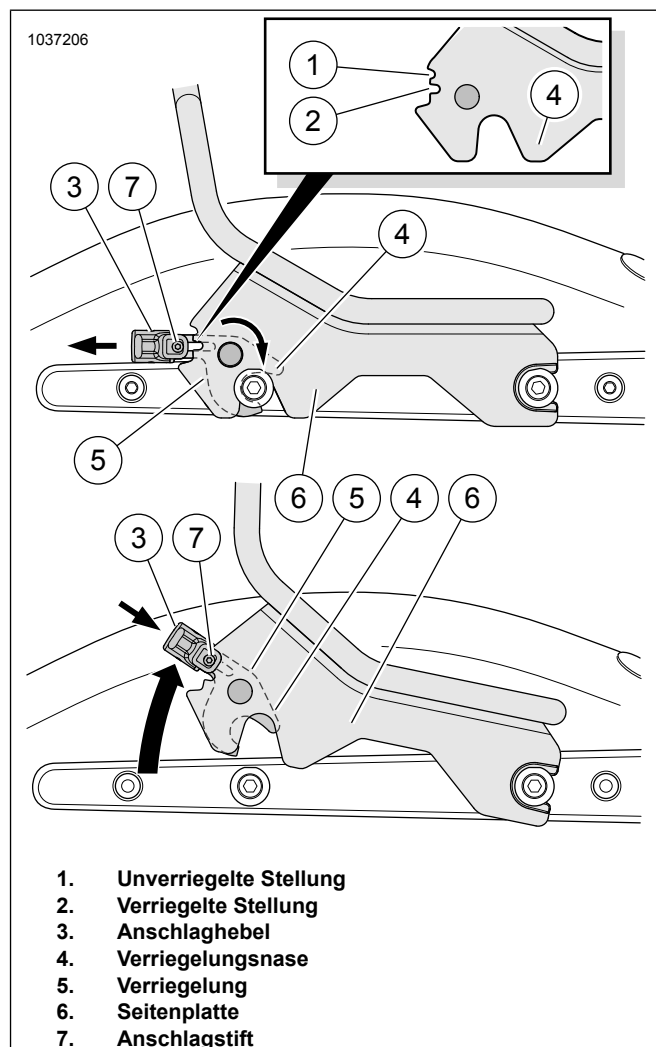

Abbildung 1. Entfernen des abnehmbaren Zubehörs
1. Siehe Abbildung 1. Abnehmbares Zubehör vom Motorrad entfernen.
- a. Beide Anschlaghebel (3) nach hinten und nach oben ziehen.